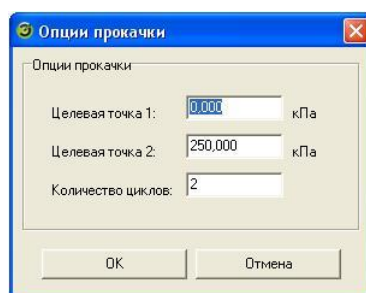

Рисунок 3.6.6 – Окно прокачки поверяемых приборов
- «Запуск». Кнопка предназначена для запуска процесса прокачки. При нажатии на неё выводится диалог опций прокачки (рисунок 3.6.6).